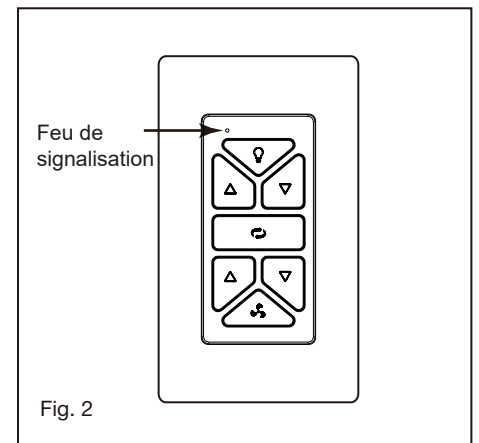

Fig. 2
- 4 Tout en maintenant le capot inférieur sous votre ventilateur, n'effectuez pas les connexions filaires. (Fig.2)
- 5 Soulevez le couvercle inférieur contre le ventilateur et tournez-le dans le sens des aiguilles d'une montre jusqu'à ce qu'il soit bien ajusté. NE PAS TROP SERRER. (Fig.2)
- 2 Placez le berceau A dans la plaque murale. (Fig.2)
- 6 Feu de signalisation (Fig. 2)